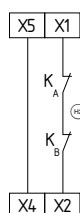

Fig. 7
**Arranque automático (Fig. 7)**